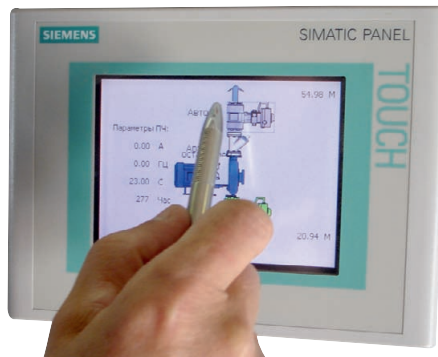

Рис. 4. Сенсорная панель оператора ЩАУН
- сенсорная панель оператора ШАУН (рис. 4);